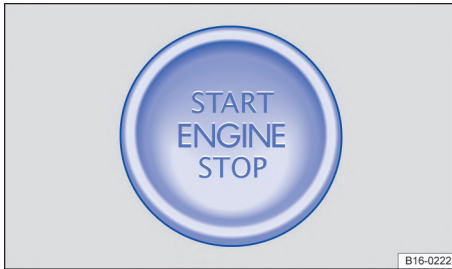

Fig. 88 En la parte inferior de la consola central: tecla de arranque para poner en marcha el motor
- *Vehículos con pulsador de encendido y arranque:* presionar el pulsador de encendido y arranque brevemente → fig. 88. Si el motor no puede apagarse, realizar el apagado de emergencia → pág. 112.